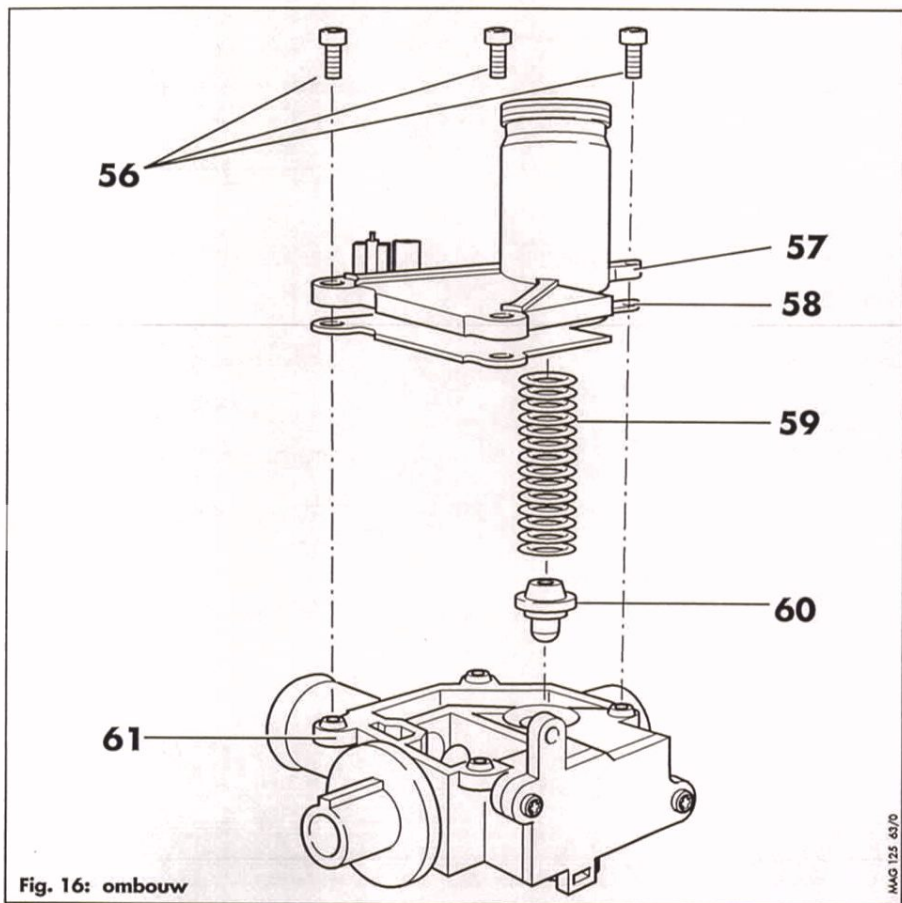

Fig. 16: ombouw
- Demonteer de brander (57) uit het toestel.
- Schroef de waakvlamleiding (54) los van de waakvlambrander en neem de waakvlaminspuiters uit het toestel.
- Draai wartelmoer (45) los en neem de branderrail met waakvlambrander uit het toestel.
- Vervang de branderinspuiters (43) voor de nieuwe met het juiste kenmerk.
- Demonteer het gasgedeelte (61) (fig. 16) compleet uit het toestel.
- Draai de schroeven (56) los en neem de deksel (57) van het gasgedeelte. Let op de samengedrukte veer (59).
- Vervang de pakking (58) en de gasklep (60) voor de delen die in de ombouwset geleverd worden.
- Plaats de veer (59) en schroef de deksel (57) vast met de schroeven (56) en bouw het gasgedeelte weer in het toestel.
- Monteer de branderrail (55) met waakvlambrander en de brander (57) in het toestel.
- Plaats de nieuwe waakvlaminspuiters en monteer de waakvlamleiding (54).